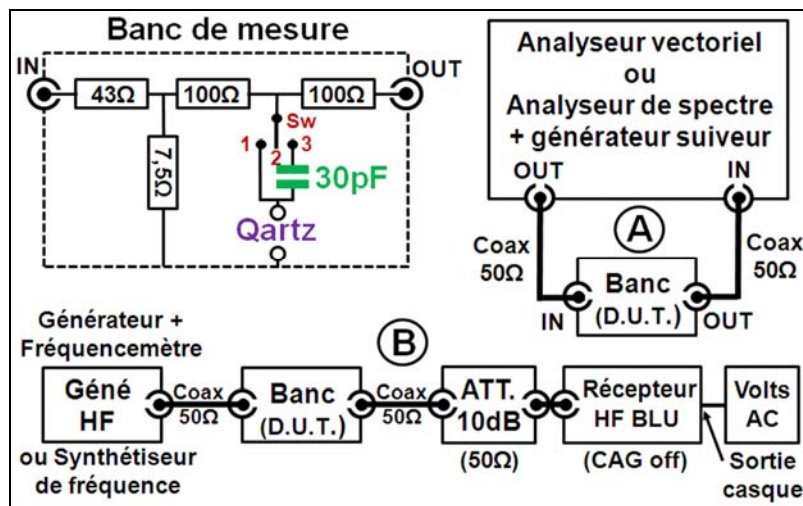
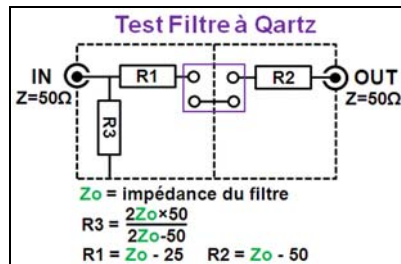

Figure 2
Figure 4
Pour les autres paramètres, il est nécessaire de construire un banc de mesure et de disposer soit d'un analyseur vectoriel de qualité (analyseur de réseau professionnel), soit d'un analyseur de spectre pro avec son générateur suiveur (tracking-generator), soit d'un générateur HF avec un fréquencemètre (si pas synthétisé) et d'un récepteur HF BLU (OM). Voir sur la figure 2 le synoptique du banc et des systèmes de mesures.
Attention : abaque valable uniquement pour le banc de mesure de la figure 2.
Remplacer le banc de mesure de la figure 2 par celui de la figure 4 ci après.